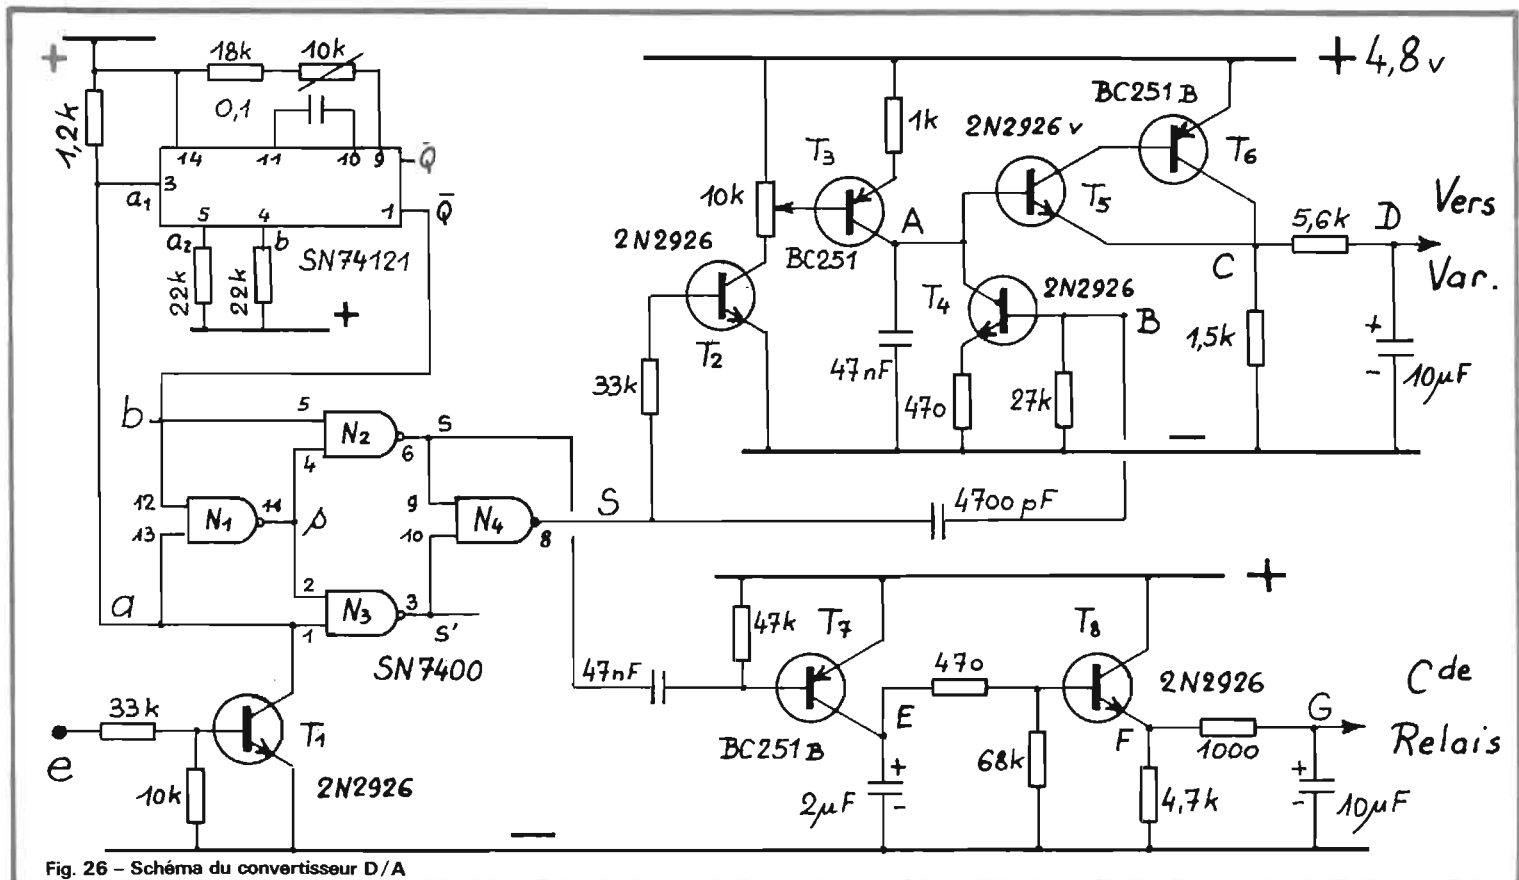

Fig. 26 - Schéma du convertisseur D/A
a) **Schéma** (fig. 26). L'impulsion positive d'entrée est amplifiée par  $T_1$  qui la restitue négative. Cette impulsion est alors appliquée :
Etudions alors le fonctionnement des quatre portes NAND, telles qu'elles sont câblées en figure 26 :